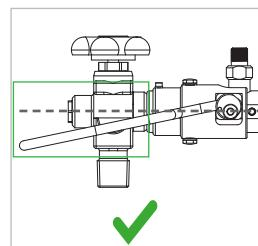
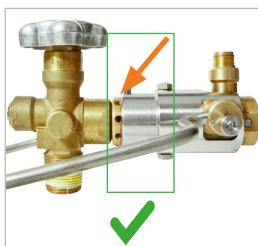
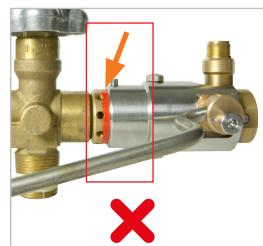

Abbildung 4
Abbildung 5
Abbildung 6
► Klappen Sie die Betätigung (Pos. 1) nach unten. Der Bügel / Hebel muss sich leicht und ohne Kraftaufwand nach unten führen lassen. Die Betätigung muss in seiner Endposition unterhalb der Waagrechten des Adapters liegen (*Abbildung 4*). Die rote Markierung am Vorderteil (Pos. 3) muss unter dem Gehäuse verschwinden und darf nicht mehr sichtbar sein (*Abbildung 5* und *Abbildung 6*).